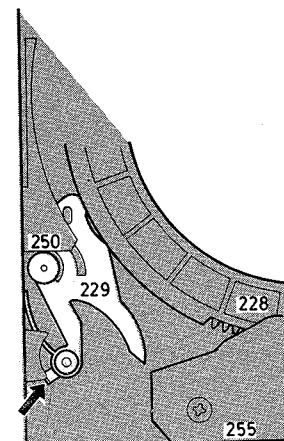
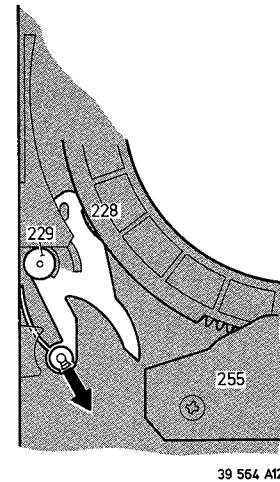

Fig. 3-1-9
Fig. 3-1-15
- Klappebel nach Entriegeln leicht aufheben, danach nach rechts drehen und herausheben. Abb. 3-1-9 oder Abb. 3-1-15.